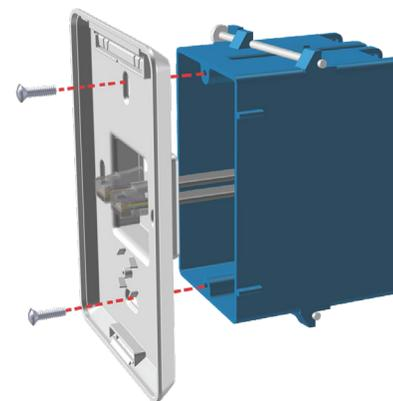

図4. バックプレートの取り付け
4. 図4を参照してください。バックプレートを通してギャングボックスにネジを取り付けます。